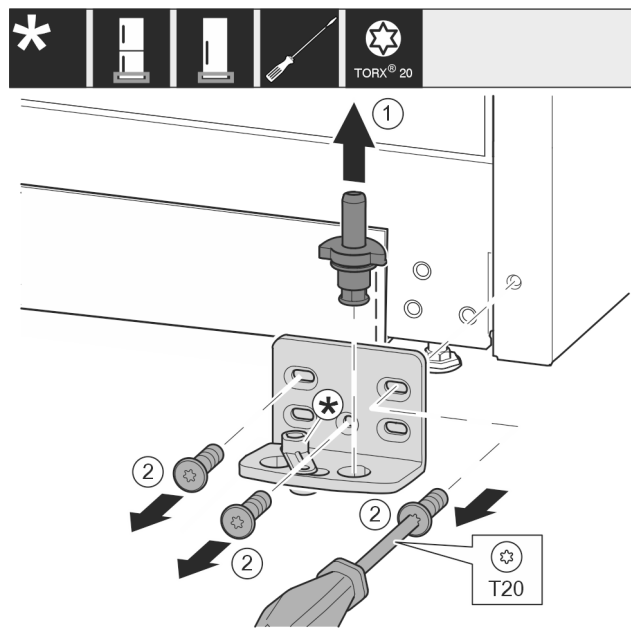

Fig. 16 *
- ▶ Extrageți complet bolțul de lagăr Fig. 16 (1) în sus.*
- ▶ Deșurubați șuruburile Fig. 16 (2) cu șurubelnița și detașați suportul de lagăr.*